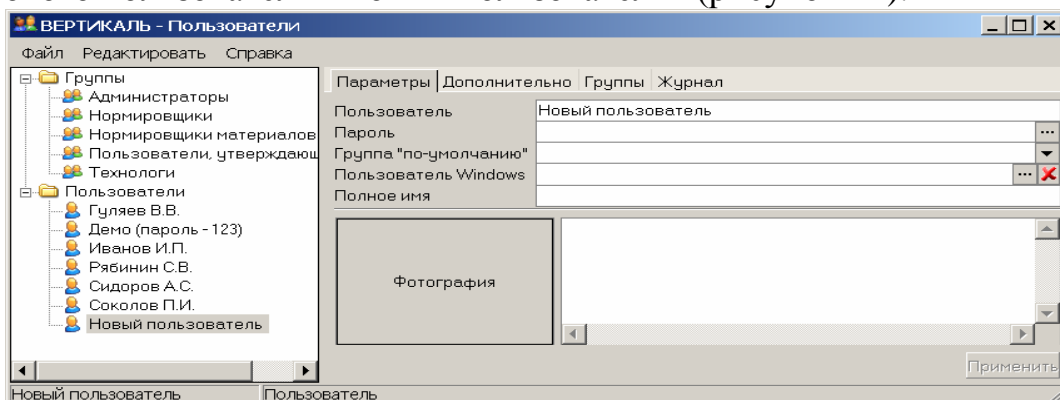

Рис. 14. – Создание нового пользователя.
2. Выполняем команду **Редактировать – Создать**. Приложение создаст в списке нового пользователя «Новый пользователь» (рисунок 14).